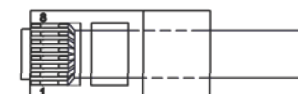

Рис.2 Обжимка вилки RJ45 на кабель кат.5е
2. Подключить патч-корд от IP-камер к устройствам защиты УЗЛ-ЕП («Линия») кабелями UTP кат.5е (в комплект поставки не входят; обжимка кабелей производится по стандарту TIA/EIA 568B (рис.2)).